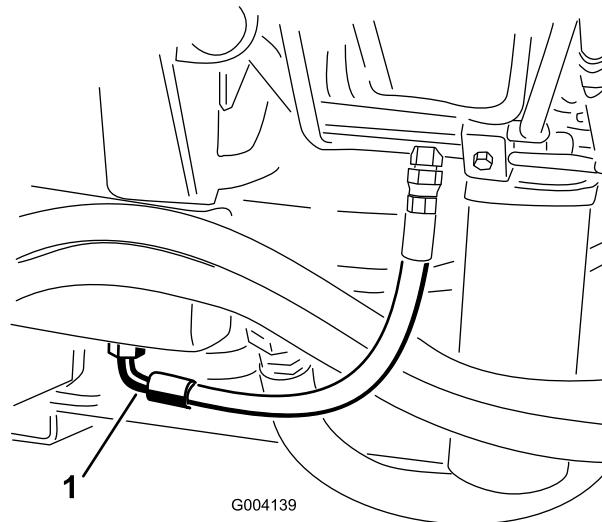

Figura 58
2. Coloque um recipiente de escoamento grande debaixo da união presa à parte de baixo do reservatório do fluido hidráulico (Figura 58).